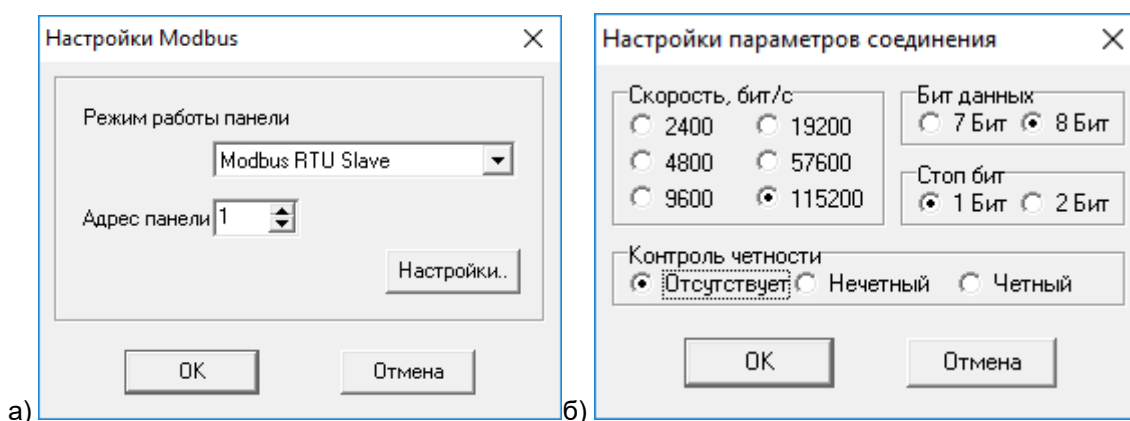

Рисунок 7.1 – Окна «Настройки Modbus» (а) и «Настройки параметров соединения» (б)
3. В диалоговом окне режимов работы панели – выбрать Modbus RTU (Slave) (см. рисунок 7.1, а).
4. В диалоговом окне настроек Modbus – нажать кнопку «Настройки». В открывшемся окне «Настройки параметров соединения» (см. рисунок 7.1, б) – установить необходимые параметры (аналогичные параметрам соединения в ПЛК): Скорость – 115200, Бит данных – 8 Бит, Стоп бит – 1 Бит, Контроль четности – Отсутствует.